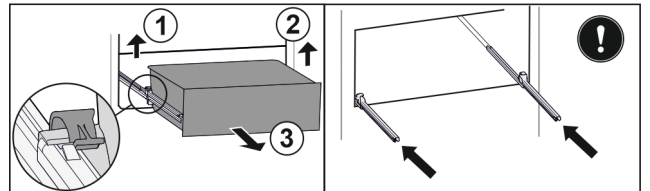

Fig. 166
- ▶ Nosta vasenta pidikettä ja vedä samalla vetolaatikkoa vasemmalta eteenpäin. Fig. 166 (1)
- ▶ Nosta oikeanpuolista pidikettä ja vedä samalla vetolaatikkoa oikealta eteenpäin. Fig. 166 (2)
- ▶ Poista vetolaatikko vetämällä sitä eteenpäin. Fig. 166 (3)